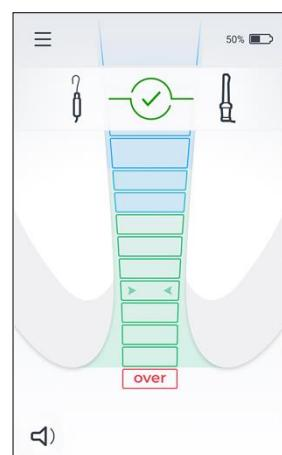

Рис. 4
3. На экране должен появиться значок «Проверка кабельного подключения» — см. рис. 4.